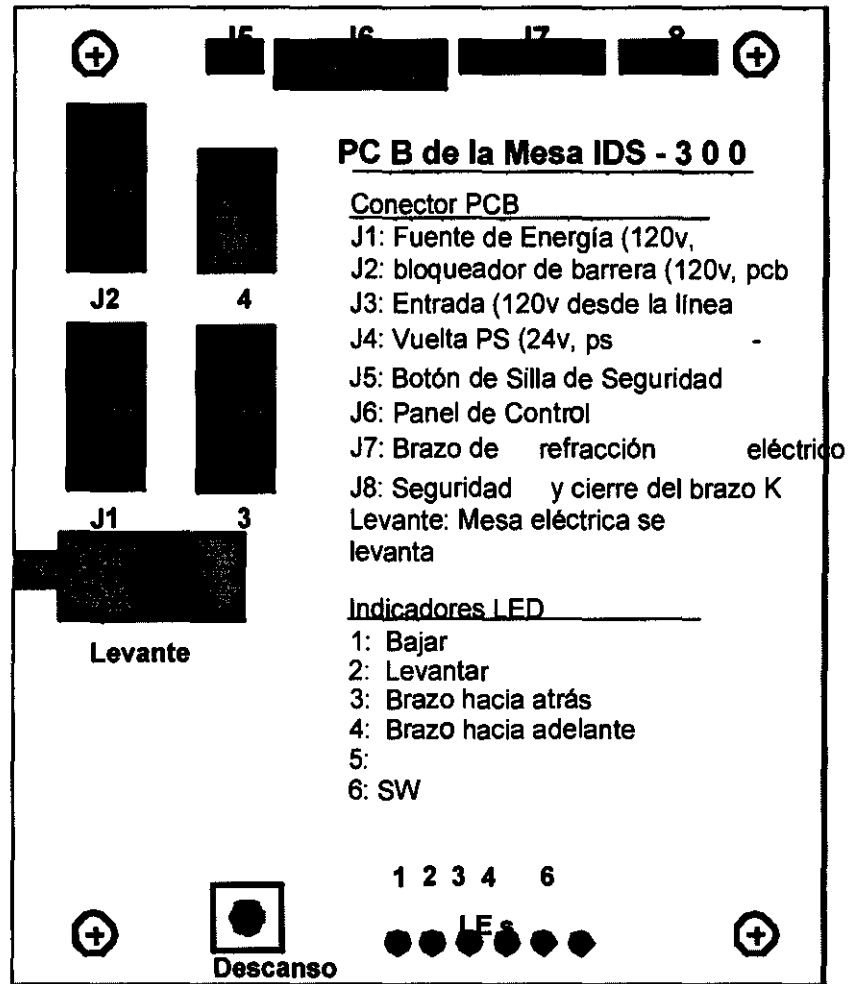

Imagen 2: Panel del Circuito Impreso de la Mesa IDS-300
- h. Destornille los cuatro (4) tornillos Phillips del costado de la Mesa IDS-300 y quite el panel de acceso.
- i. Conecte el conector del panel de control de 9 pins (J6) a su conector de unión en la parte superior del tablero de circuito impreso. Ver Imagen 2 para las ubicaciones de los conectores. Oriente el cable desde la parte superior. Una el conector del brazo blanco de 8 pins al conector blanco que cuelga del panel de acceso.